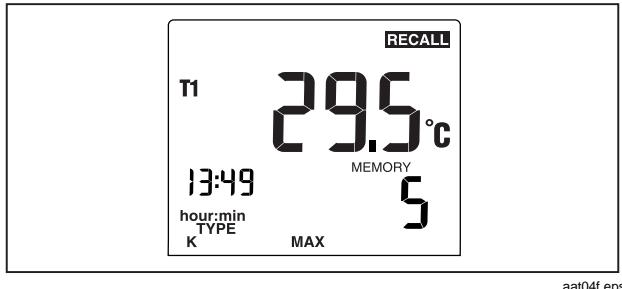

图 4. 最大值读数
3. 按  可逐步查看已记录读数的最小值、最大值、平均值以及当前的读数。例如：图 4 显示在储存器里读数的最大值。最大值是在 1:49 P.M. 出现，并且储存 在储存器位置 5。